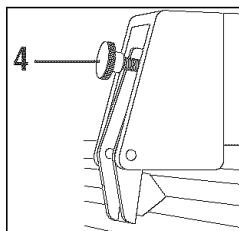

FIG. 12
3. Slide fence **2** by handle **1**, until it is alongside the sawblade (Fig. 12). The fence should touch the "SET" teeth at the front and rear of the blade. If fence does not touch the teeth at front and rear of blade follow the steps below.
6. Hold fence in place and lower lock handle, check to make sure the fence stayed parallel to the blade then tighten screws (Fig. 12).
7. Clamp rip fence to check if it holds securely at front and rear. If rear is not clamped securely, unclamp fence and turn rear clamp adjustment screw **4** clockwise for increased clamping. Try clamping the fence to verify if it self aligns and clamps tightly at the front and rear. Overtightening of the rear clamp adjustment screw **4** will cause the rip fence to be non-self aligning (Fig. 12).
3. Faites glisser le guide **2** en le tenant par la poignée **1** pour l'amener contre la lame de scie (Fig. 12).
6. Tenez le guide en place et abaissez la poignée de verrouillage. Vérifiez que le guide n'a pas bougé, puis resserrez les vis (Fig. 12).
7. Bloquez le guide de refente pour vérifier qu'il est bien tenu à l'avant comme à l'arrière. Si il n'est pas correctement tenu à l'arrière, débloquez le guide et tournez la vis de réglage du blocage arrière **4** en sens horaire pour augmenter la force de serrage. Essayez à nouveau de bloquer le guide pour vérifier qu'il s'auto-aligne et qu'il est bien tenu à l'avant comme à l'arrière. Si la vis de réglage du blocage arrière **4** est trop serrée, le guide ne pourra pas s'auto-aligner (Fig. 12).
3. Deslice el tope-guía **2** por el mango **1** hasta que esté a lo largo del lado de la hoja de sierra (Fig. 12).
6. Sujete el tope-guía en su sitio, baje el mango de fijación, asegúrese de que el tope-guía haya permanecido paralelo a la hoja y luego apriete los tornillos (Fig. 12).
7. Fije con abrazaderas el tope-guía para cortar al hilo con el fin de comprobar si se mantiene sujeto firmemente en las partes anterior y posterior. Si la parte anterior no está sujetada firmemente, suelte el tope-guía y gire el tornillo de ajuste de la abrazadera posterior **4** en el sentido de las agujas del reloj para aumentar la sujeción. Intente fijar el tope-guía para verificar si se alinea automáticamente y se fija firmemente en las partes anterior y posterior. El apretar demasiado el tornillo de ajuste de la abrazadera trasera **4** hará que el tope-guía para cortar al hilo no se alinee automáticamente (Fig. 12).